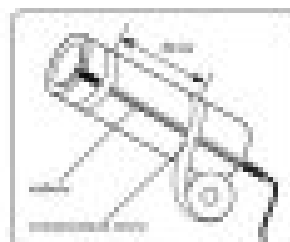
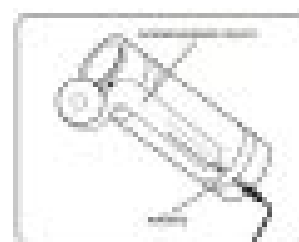

Рис. 1
Рис. 2
- Закрепите секцию на трубе канализационной или сточной (тип Струба-Т10мм) при помощи саморезовидной алюминиевой ленты. Рекомендуемый шаг крепления 30 см (рис. 1), лента рекомендуется дополнительно приклеить (рис. 2).